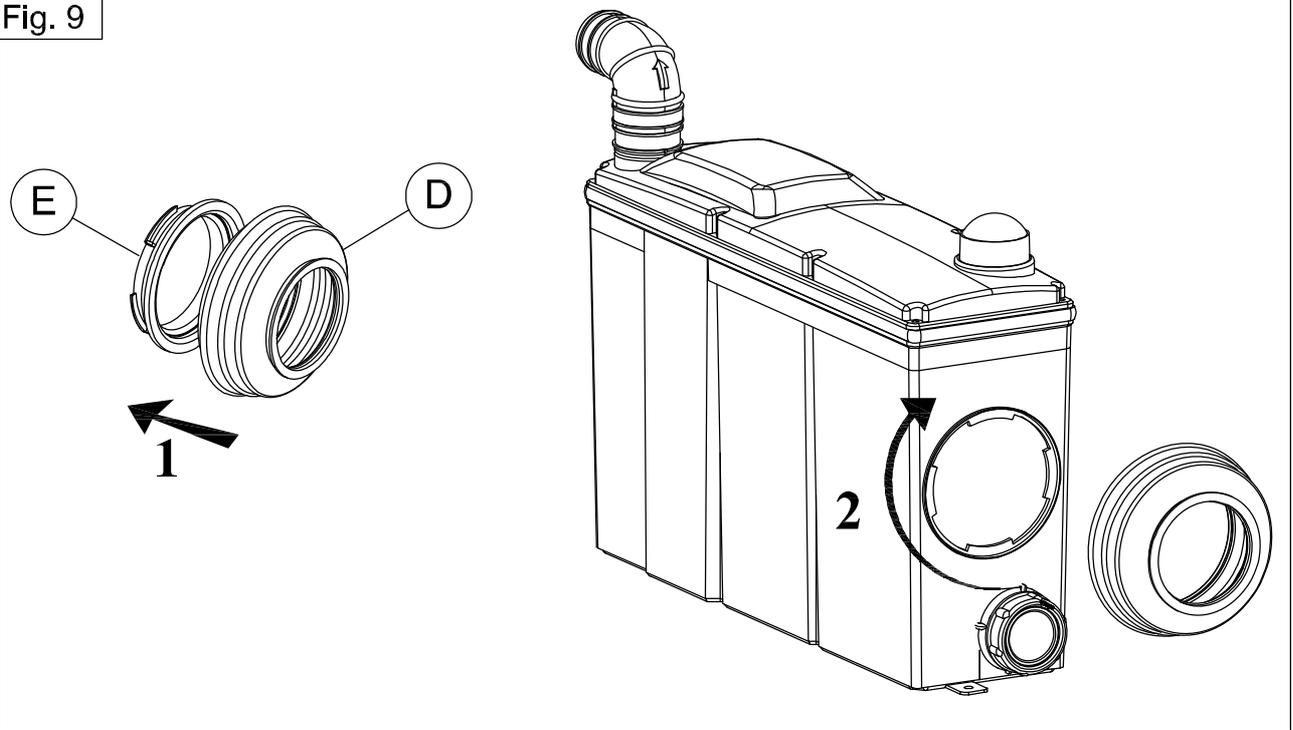

Fig. 10
- Inserire il manicotto (D) nella ghiera (E).
- Fissare i dispositivi di fissaggio (F) con viti (G) nel dispositivo: fig. 10.